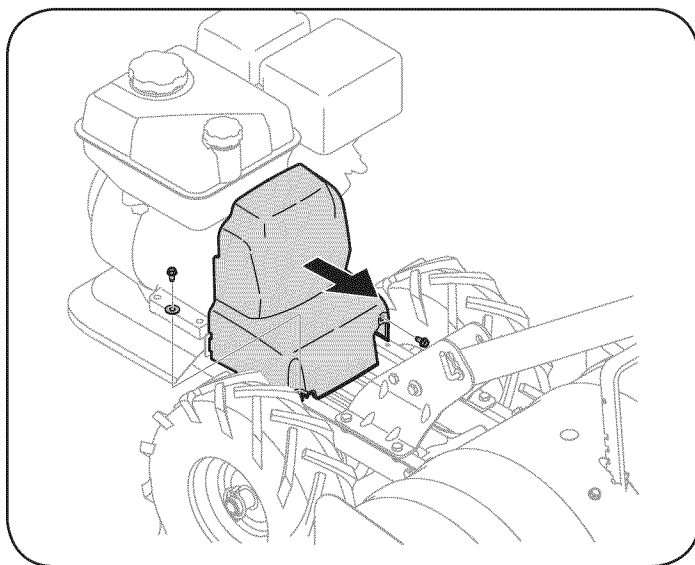

Figura 27
2. Retire la cubierta de la correa sacando primero los dos tornillos hexagonales autorroscantes de 1/4-20. Levante la cubierta de la correa alejándola de la cultivadora y póngala en un lugar seguro hasta que la vuelva a colocar. Vea la Figura 27.